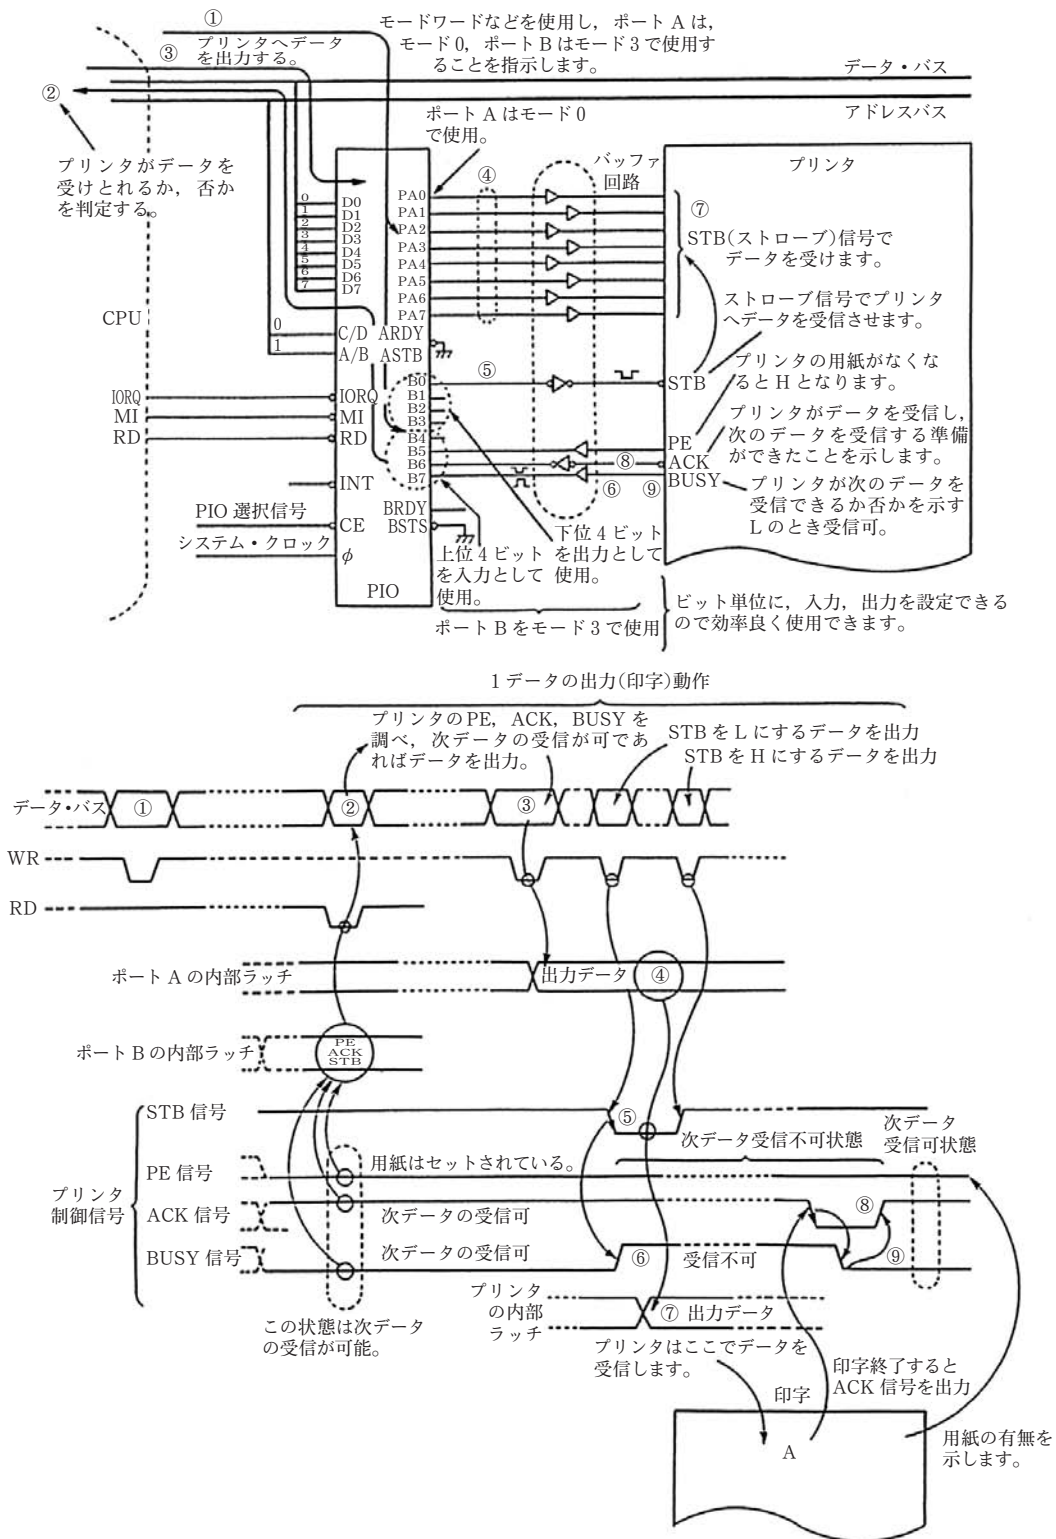

図 11 プリンタインタフェースの例と動作
このモード 3 および, (1)でのモード 0 を利用した例として, プリンタインタフェースへの応用を図 11 に示す。